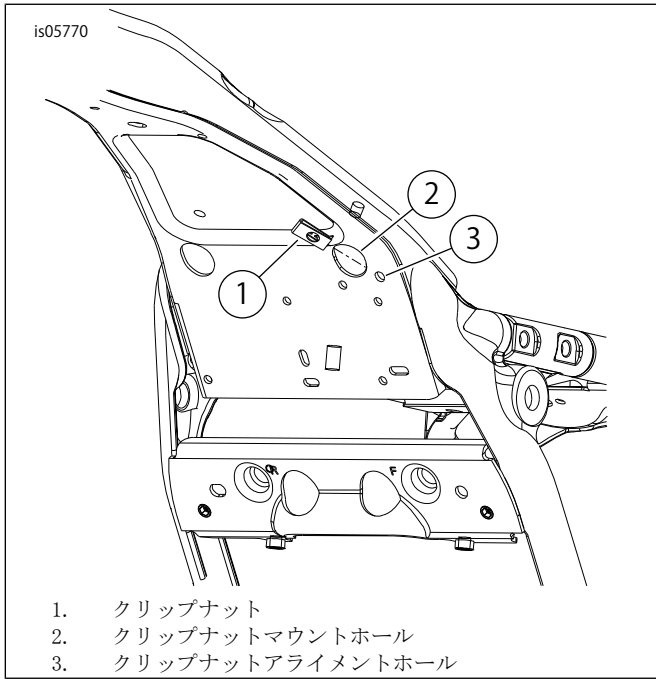

図2。クリップナットの取り付け
1. 図2マウントホール(2)にクリップナット(1)を取り付けます。クリップナットホールをアライメントホール(3)に合わせます。ミッドフレームエアデフレクターキットに付属の説明書に従って、4つのセルフクリンチングスペシャルナットを取り付けます。